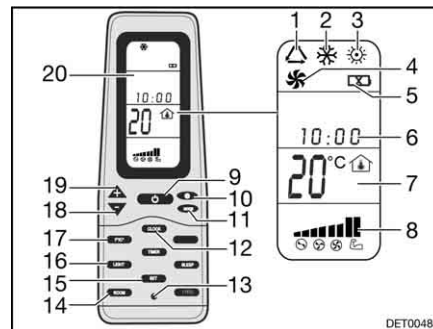

Bild 180 Fernbedienung
- Die Taste ON/OFF (Bild 180,9) drücken.
- Die Taste "Mode" (Bild 180,11) so oft drücken, bis die gewünschte Betriebsart (Bild 180,1, 2, 3 oder 4) auf dem Display (Bild 180,20) angezeigt wird.
- Mit den Tasten "+" (Bild 180,19) und "-" (Bild 180,18) die gewünschte Temperatur einstellen.
- Mit der Taste Lüftergeschwindigkeit (Bild 180,10) die gewünschte Lüfterstufe wählen.